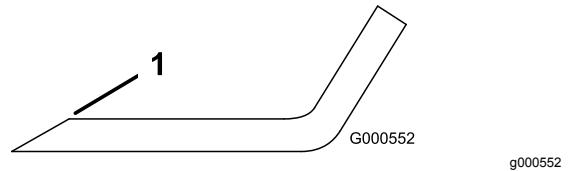

Figure 67
1. Au moyen d'une lime, aiguisez les tranchants aux deux extrémités de la lame (Figure 67).
- Remarque:** Si la lame est déséquilibrée, limez un peu l'extrémité de l'ailette seulement (Figure 67).